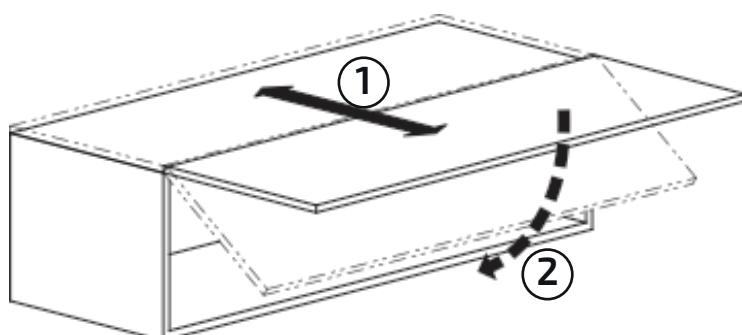

Fig. 1
1. Se o deslizamento não estiver suave, faça regulagem esquerda e direita da porta. (Ver Fig. 1)